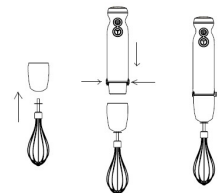

Рис. 2
- Насадка-венчик (7) используется только для взбивания яичного белка, приготовления лёгкого теста или для перемешивания готовых десертов.
- Перед установкой насадки-венчика (7) убедитесь в том, что вилка шнура питания не вставлена в электрическую розетку.
- Вставьте насадку-венчик (7) в редуктор венчика (6).
- Вставьте редуктор венчика (6) в моторный блок до срабатывания фиксаторов (2), убедитесь в надёжной фиксации редуктора (6) и венчика (7) (рис. 2).
- Опустите насадку-венчик (7) в подходящую ёмкость, в которую Вы поместили продукты.
- Для включения нажмите и удерживайте кнопку (4) «».
- При нажатии и удержании кнопки (4) «» Вы можете регулировать скорость вращения насадки-венчика поворотом регулятора (5).
- Для работы в режиме максимальной скорости нажмите и удерживайте кнопку (3) «Т».